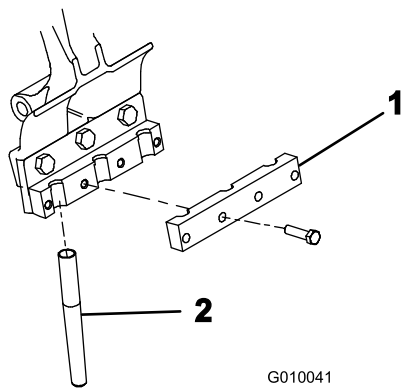

Bild 25
4. Befestigen Sie eine Stachelklemme mit vier Schrauben ($3/8 \times 1-1/2$ Zoll) lose an jedem Stachelhalter (Bild 25). Ziehen Sie die Bolzen nicht fest.